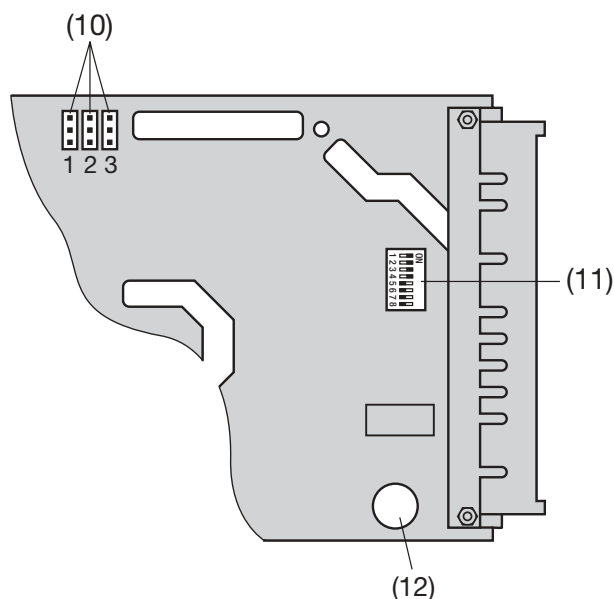

Bild 5. Hinterer Teil des EURAX V 604 mit den Stiftenleisten (10), dem 8-fach DIP-Schalter (11) und der Netz-Sicherung (12).
¹ Anordnung der Netz-Sicherung (12) siehe Bild 5.
Je nach **Messaufgabe/Anwendung** (siehe Tabelle 5) die Messeingangsleitungen anschliessen und entsprechend die Steckbrücken **A** und **B** auf die Stiftenleisten stecken. Die Lage der Stiftenleisten (10) auf dem Steck-Einschub zeigt Bild 5.
Für das Anpassen an die Art der Ausgangsgrösse den DIP-Schalter (11) nach Tabelle 7 einstellen (siehe Bild 5).